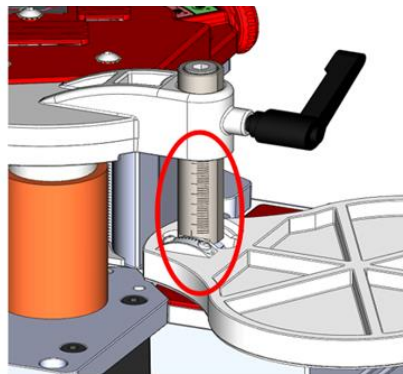

Fig2
- Suelte la palanca de sujeción y ajuste la distancia deseada con la placa guía usando la escala. (Fig2)
- Afloje el tornillo Allen (1)
- Ajuste la placa guía a 90 ° con ayuda de un goniómetro (2).
- Afloje los tornillos (3) Ponga la escala del goniómetro a 0. Volver a apretar los tornillos